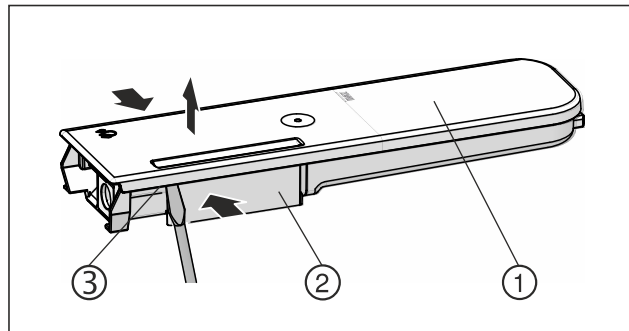

Fig. 128
- ▶ Stlačte nádrž na vodu Fig. 128 (2) k sobě a víko Fig. 128 (1) opatrně vypáče přes západky Fig. 128 (3) a vytáhněte nahoru.
- ▶ Víkem Fig. 128 (1) pohybujte lehce tam a zpět a sejměte jej nahoru.